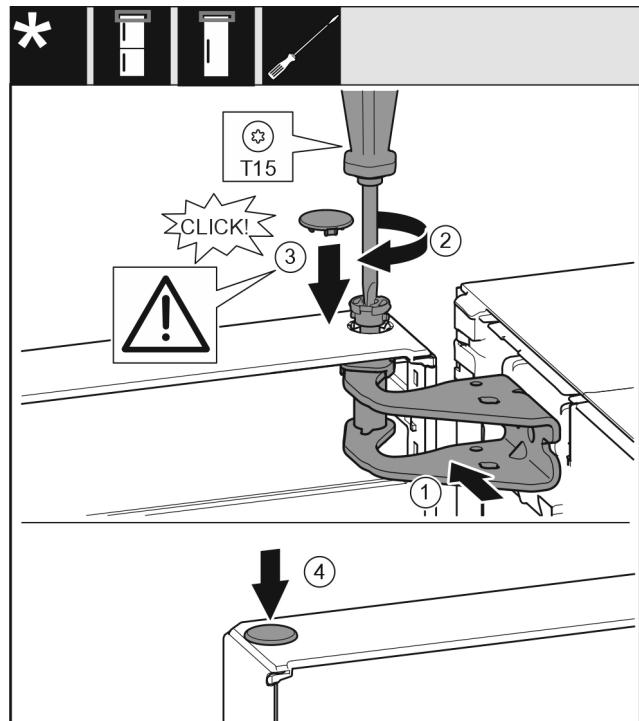

Fig. 21
- Ευθυγραμμίστε την πόρτα επάνω με το άνοιγμα στο στήριγμα. Fig. 21 (1)
- Τοποθετήστε τον πείρο και σφίξτε με κατσαβίδι T15. Fig. 21 (2)
- Τοποθετήστε το κάλυμμα ασφάλισης για την ασφάλιση της πόρτας: Τοποθετήστε το κάλυμμα ασφάλισης και ελέγχτε εάν εφαρμόζει στην πόρτα. Διαφορετικά, τοποθετήστε ολόκληρο τον πείρο. Fig. 21 (3)
- Τοποθετήστε την τάπα. Fig. 21 (4)